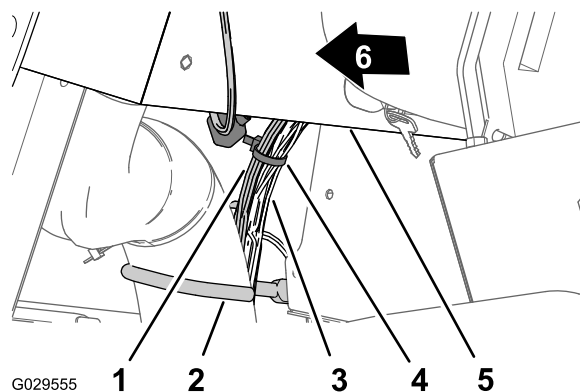

图16
5. 紧挨着电缆和软管钩，用扎带将 240cm 仪表板支管固定在机器线束上（图16）。